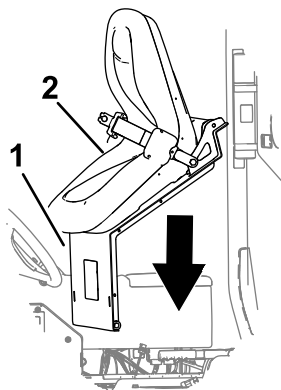

図 222
1. 座席と座席プレートを車体シャーシに合わせる 図 222。